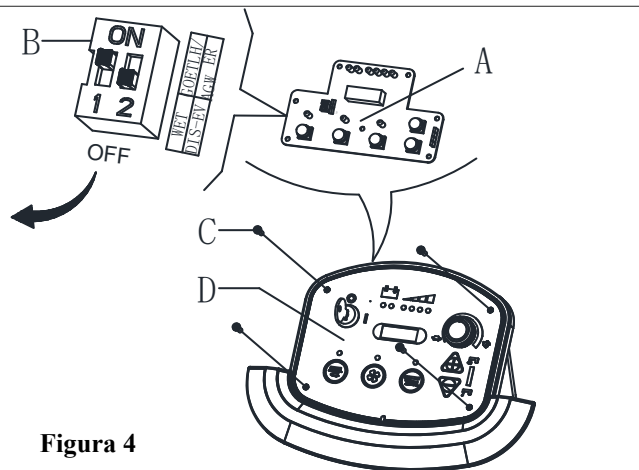

Figura 4
Al instalar las nuevas baterías por favor consulte la Figura 4 para ajustar los interruptores DIP. De lo contrario las baterías podrían resultar dañadas.
- Gire la llave de ignición (35) a la posición «I» y en los primeros segundos de funcionamiento de la máquina, preste atención a lo siguiente:
- Si la primera luz de aviso verde (38) está parpadeando, la máquina está configurada para batería de GEL/AGM.
- Si la primera luz de aviso amarilla (37) está parpadeando, la máquina está configurada para batería AGM del tipo Discover EV.
- Si la primera luz de aviso roja (36) está parpadeando, la máquina está configurada para batería HÚMEDA.
- Desenrosque los tornillos en el panel de control (C, Figura 4), y a continuación gire el Tablero del panel de control (PCB (Figura 4) para encontrar el interruptor DIP (B, Figura 4) para configurar el tipo de batería (HÚMEDA o Discover EV AGM o GEL/AGM), (Re-fírase a 1 o 2 o 3).